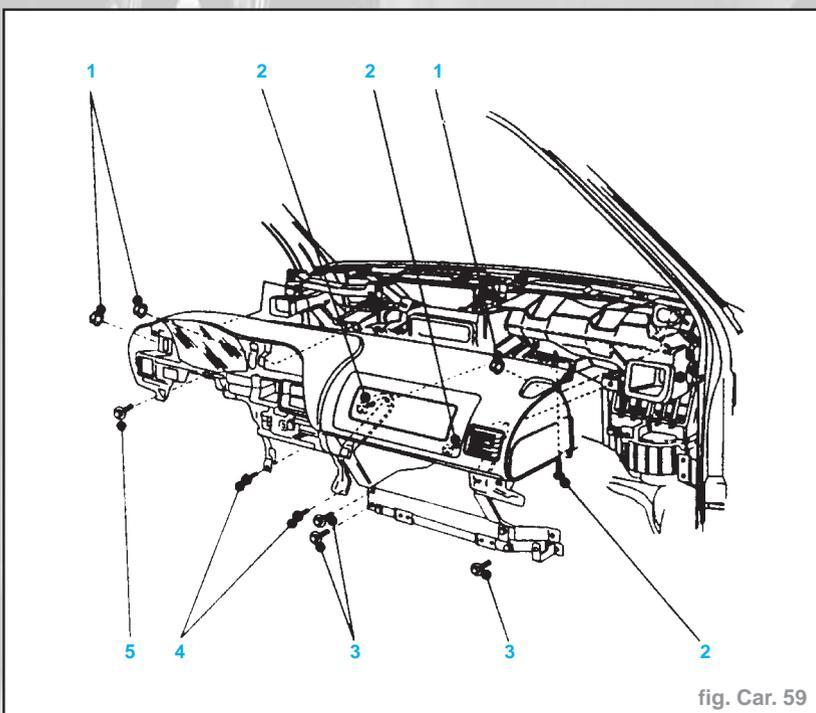

fig. Car. 59
- la planche de bord de la carrosserie - vis (3 & 5), vis auto taraudeuses (4), écrous (1) - (fig. Car. 59).